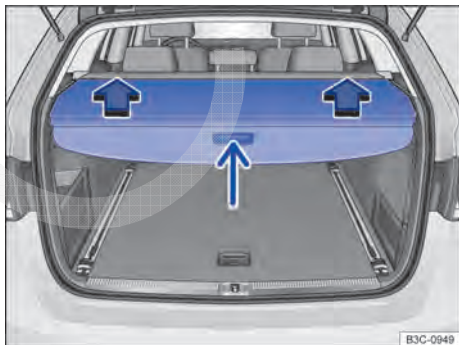

Fig. 113 No compartimento de bagagem: cobertura fechada do compartimento de bagagem.
- Na região frontal \Rightarrow Fig. 113 (seta pequena), pressionar a cobertura do compartimento de bagagem. A cobertura do compartimento de bagagem se abre sozinha até a metade do compartimento de bagagem.
- Fixar as terminações das barras transversais nas aberturas à esquerda e à direita, no revestimento lateral \Rightarrow Fig. 113.